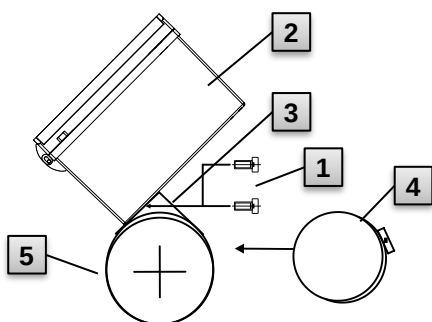

Abb. 8
1. Befestigen Sie mit Hilfe zweier Zylinderschrauben M5 x 10 mm (Abb. 8: **1**) den Universalhaltewinkel A2 durch die dafür vorgesehenen Bohrungen (Abb. 8: **3**) am EK280 (Abb. 8: **2**).
3. Befestigen Sie den Universalhaltewinkel A2 (Abb. 8: **3**) und das Gerät (Abb. 8: **2**) mit Hilfe der Rohrschelle (Abb. 8: **4**) an der Rohrleitung (Abb. 8: **5**).